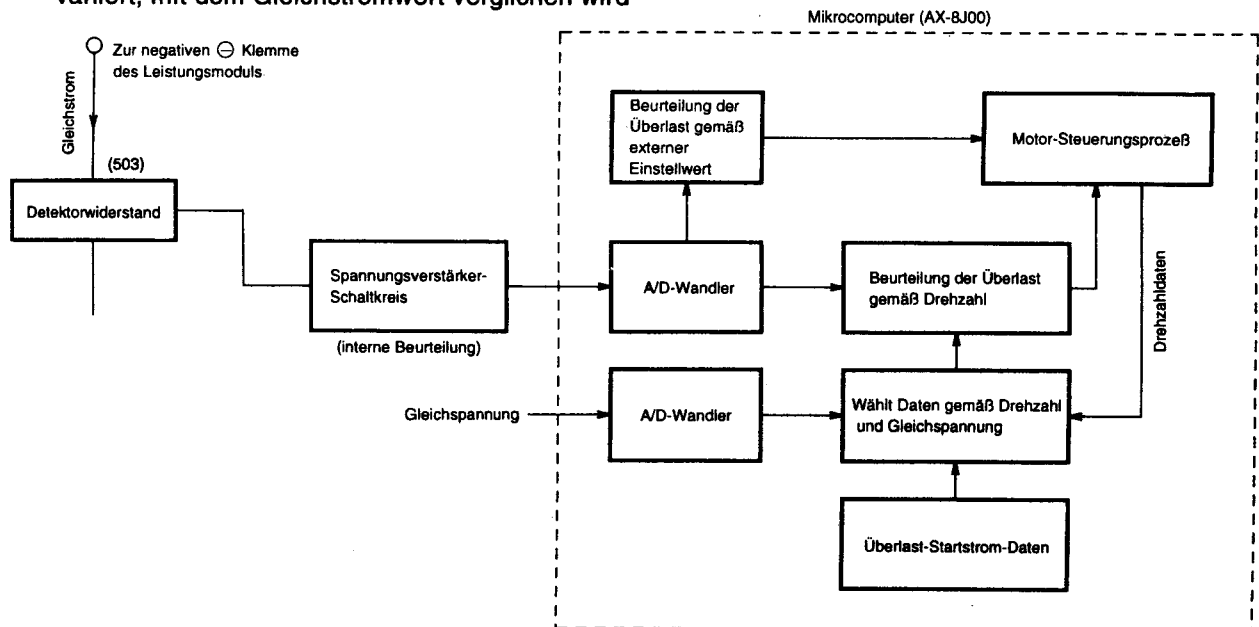

Abb. 8-4 Überlast-Steuersystem-Konfiguration
(2) Überlast-Steuerkreis (OVL-Steuerkreis)
- Abb. 8-4 zeigt die Überlast-Steuersystem-Konfiguration und Abb. 8-5 ist ein Diagramm der Überlast-Beurteilungswerte. Es gibt zwei Beurteilungsmethoden - die externe Beurteilung, bei der ein externer Einstellwert mit dem Gleichstromwert verglichen wird (unabhängig von der Drehzahl), und die interne Beurteilung, bei der ein Einstellwert, der gemäß in der Mikrocomputer-Software programmierter Drehzahl variiert, mit dem Gleichstromwert verglichen wird